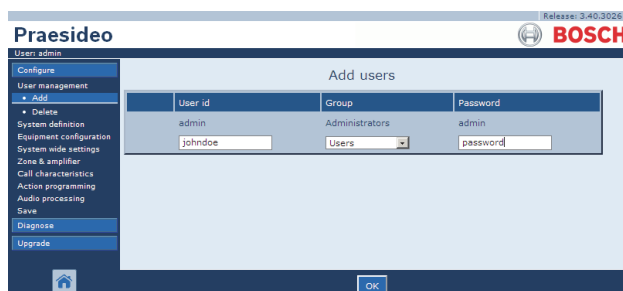

figura 42.3: Nuovo utente, passaggi 2 - 4
- 2 Inserire il nome utente relativo al nuovo utente nel campo *User id*. La password può contenere fino a 16 caratteri. Ad esempio, *johndoe* (vedere figura 42.3).
- 4 Inserire la password relativa al nuovo utente nel campo *Password*. La password può contenere fino a 16 caratteri. Ad esempio, *password* (vedere figura 42.3).